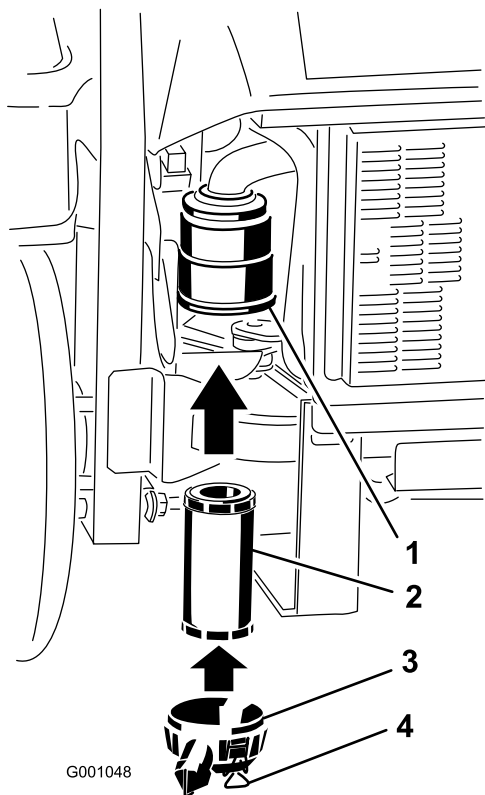

Figura 38
2. Introduzca el filtro con cuidado en la carcasa del limpiador de aire (Figura 38). Asegúrese de que está bien asentado empujando sobre el borde exterior del filtro mientras lo instala.
3. Instale la tapa del limpiador de aire y fije los cierres (Figura 38).